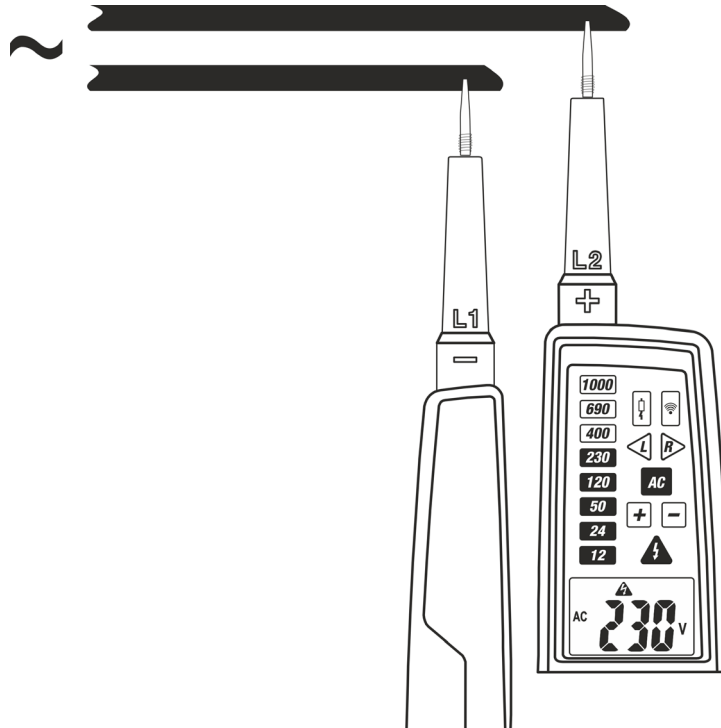

Fig. 5: Misura di Tensione AC
2. Collegare i puntali L1 e L2 alla sorgente in prova (vedere Fig. 5). La misura è eseguita **solo con contatto dei puntali sulla parte metallica dei conduttori**